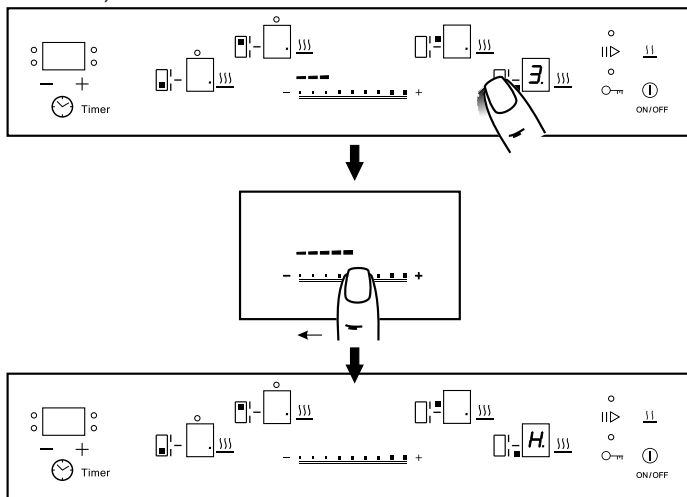

Рис. 15
1. Работающую конфорку переведите касанием зоны ② в режим управления (рис. 15).
2. Перемещая палец по слайдеру ④, установите в окне индикации значение «0» - конфорка отключится. Если поверхность варочной панели в зоне конфорки к этому времени сильно нагреется, в окне ③ будет светиться буква «H» (см. раздел «Индикация остаточного тепла»).